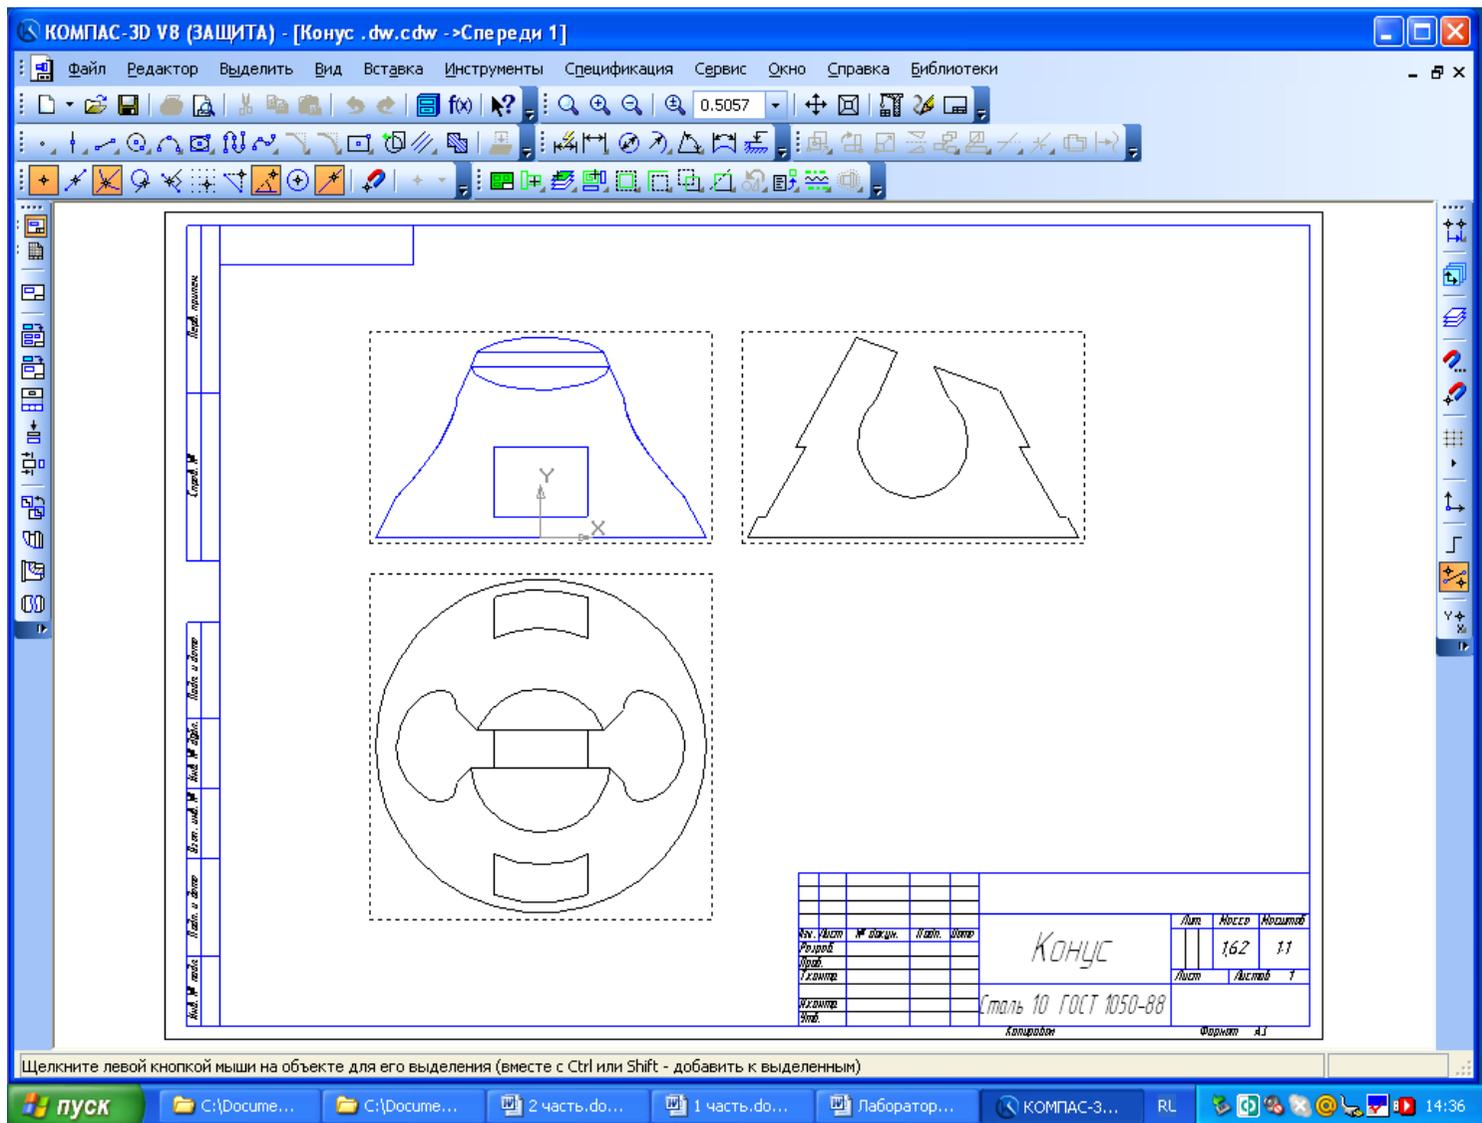

Рисунок 48 — Заготовка чертежа
- 5) создать заготовку чертежа (выполняют пользователи продвинутого уровня) — рисунок 48.